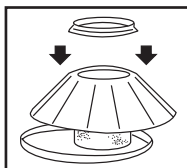

FIGURA 5
13. Coloque en el centro el filtro para sólidos reutilizable sobre el alojamiento de la tapa **FIGURA 5.**